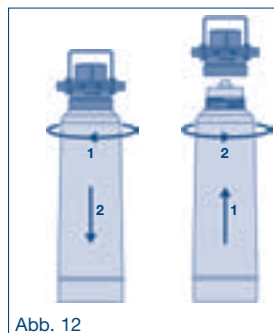

Abb. 12
2. Filterkerze im Uhrzeigersinn aus dem Filterkopf herausdrehen (siehe Abb. 12). Der Filterkopf lässt sich zur Vereinfachung der Filterkerzen-Demontage in der Filterhalterung um 90° schwenken.
4. neue Filterkerze wie in Kapitel 6.8 beschrieben installieren (siehe Abb. 12)